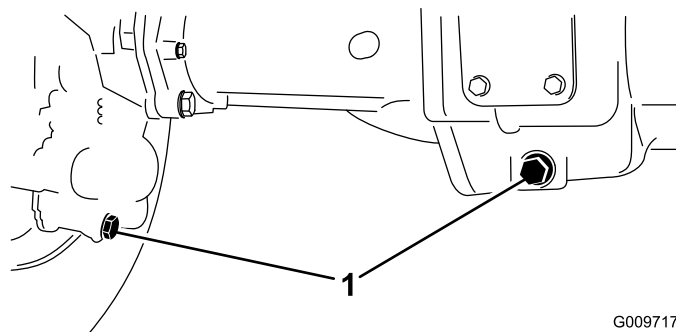

Figura 72
2. Limpe a zona em redor dos (3) tampões de escoamento, (1) em cada extremidade e (1) no centro (Figura 72).